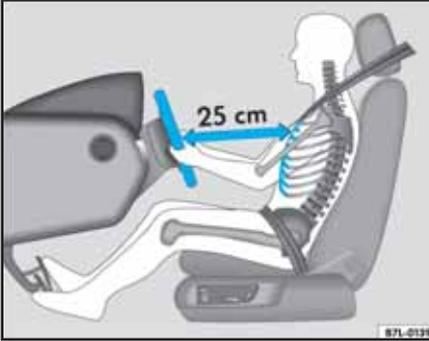

Fig. 1 La distancia correcta entre el conductor y el volante debe ser COMO MÍNIMO 25 cm.
- Ajuste el asiento en el sentido longitudinal de modo que la distancia entre el volante y el tórax sea de 25 cm por lo menos, ⇒ fig. 1 permitiendo que los pedales del acelerador, de freno y del embrague se pisen a fondo, con las piernas ligeramente flexionadas ⇒ △.
- Ponga el respaldo del asiento en posición vertical, de forma que la espalda se apoye en el respaldo, respetando la distancia mínima estipulada ⇒ fig. 1.
- Ajuste la butaca del conductor de forma que la distancia mínima entre el centro del volante y el tórax sea de 25 cm ⇒ página 5, fig. 1. Si esta distancia es inferior a 25 cm, el sistema del airbag no podrá actuar convenientemente.